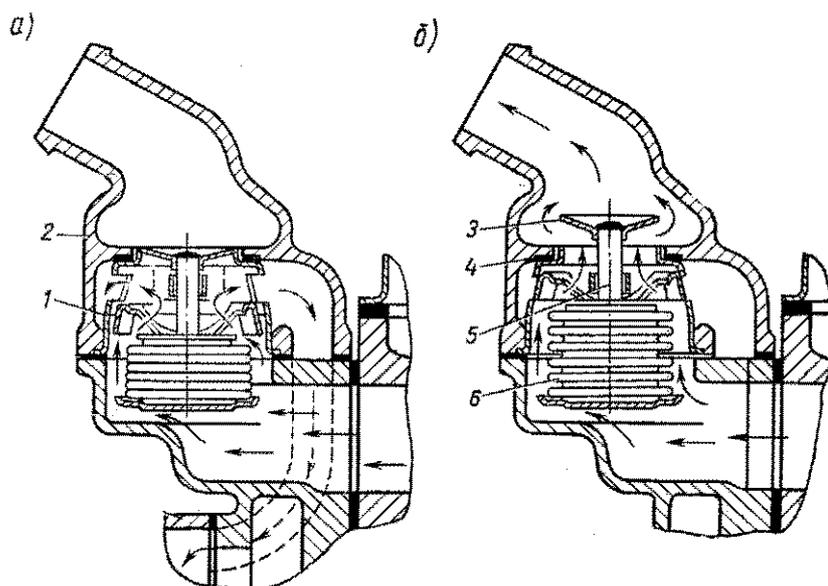

Рис. 28. Схема работы термостата:
**Термостат** (рис. 28) перепускного типа помещается в выпускном патрубке, расположенном на кронштейне водяного насоса. Клапан термостата начинает открываться при температуре воды 76—82°C, а при температуре воды 88—94°C открывается полностью.